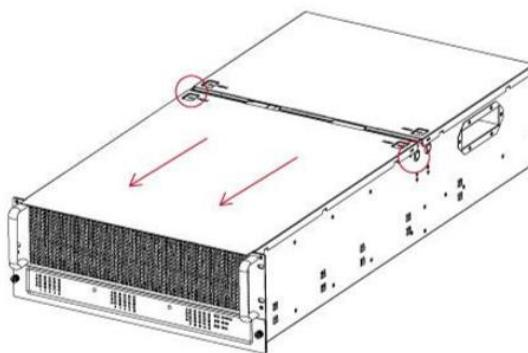

Рисунок 98 - Снять переднюю верхнюю крышку
- 3) Выдвинуть верхнюю крышку вперед, пока она не освободиться от защелки, затем извлечь ее из корпуса дискового массива (см. Рисунок 98).